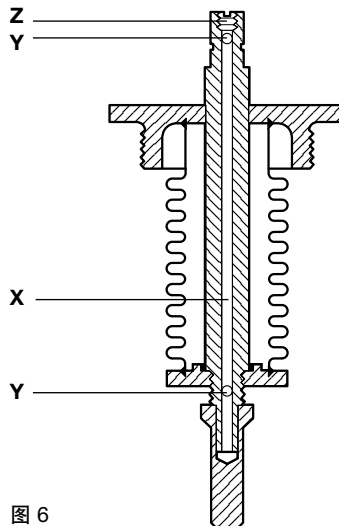

图 6
4.3 KB和KC阀（参见图6）
将阀门装回管路前应确认该螺丝' Z ' 已经装上（见图6）。